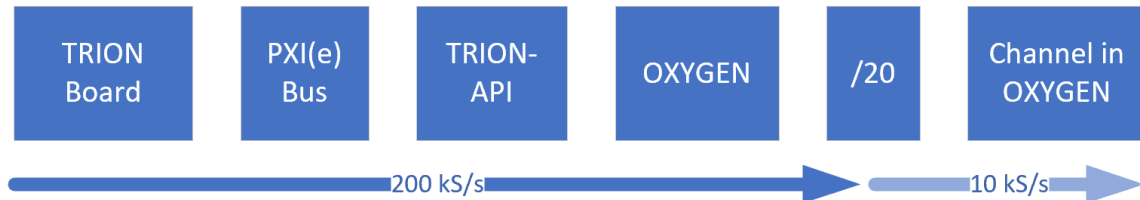

Abb. 7.38: Arbeitsprinzip der individuellen Kanal-Samplerten
- Durch Klicken auf den – Button kann ein Punkt wieder entfernt werden (siehe Abb. 7.38)